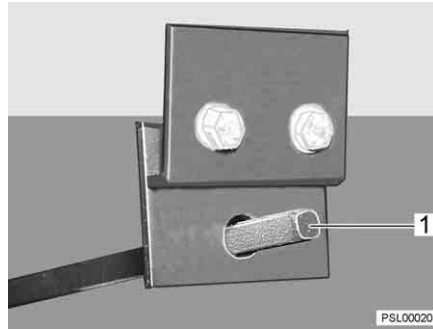

Fig. 76 Accessoire d'utilisation du robinet d'évacuation des eaux usées
- Insérer la clé sur la vis à quatre pans (Fig. 76,1).